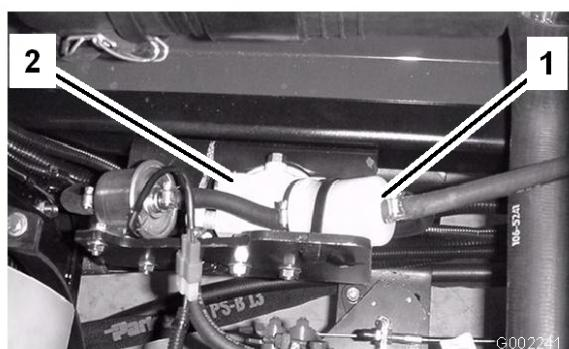

Figure 44
- Desserrez les colliers de serrage et repoussez-les pour les éloigner du filtre (Figure 44).